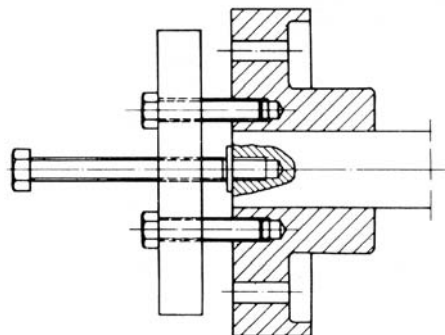

Fig. 64 - Dispositivo para extração da luva de acoplamento
09. Em seguida extrair a parte do acoplamento lado bomba (vide Fig. 64 e 65).